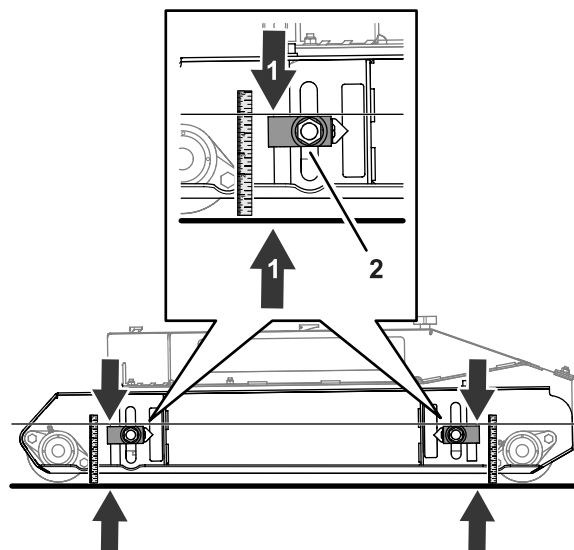

Рисунок 79
1. Ослабьте гайки крепления блока регулировки высоты скашивания (Рисунок 79).
землей не станет равным 124 мм (**Рисунок 79**).